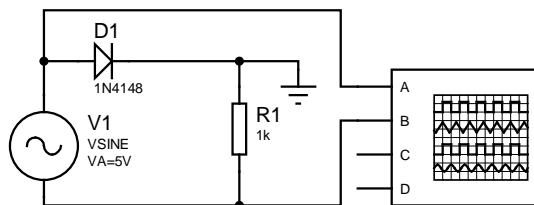

Figura 2. Esquema per a la visualització a l'OSC del corrent i la tensió del díode.
- Simuleu el circuit amb Proteus utilitzant l'esquema Figura 2¹. Visualitzeu els senyals amb l'OSC virtual, l'acoblament DC per als dos canals de l'OSC i invertiu el canal B. Tingueu en compte que al canal B esteu representant una tensió que serà proporcional a i_d . Justifiqueu els resultats.